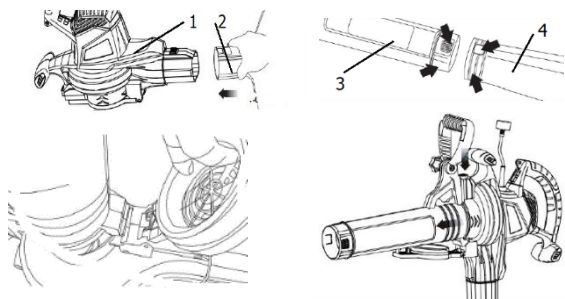

Рисунок 4.
- переконайтеся, що кришка (2) герметизації входу всмоктування приєднана до корпусу робочого блоку. Якщо ні, закрийте кришку та зафіксуйте, як показано на рис 3;
4.2 Монтаж виробу для режиму всмоктування (див рис. 4):